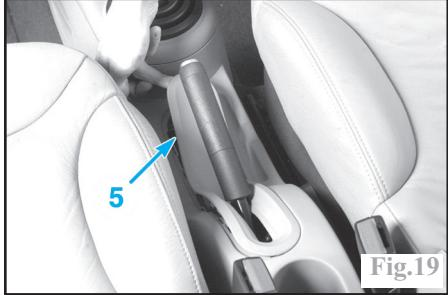

Fig.19
Décliper l'enjoliveur de frein à main (5) (Fig.19).